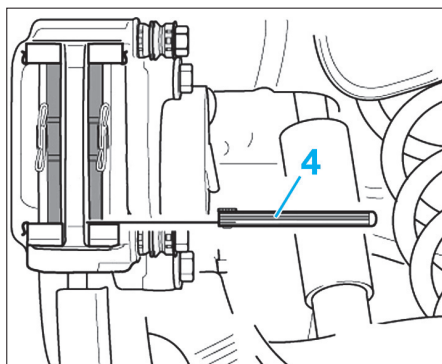

Fig. 24
- À l'aide d'une jauge d'épaisseur (4), contrôler le jeu entre les plaquettes de frein et les agrafes de maintien des plaquettes sur le support d'étrier (Fig.24).